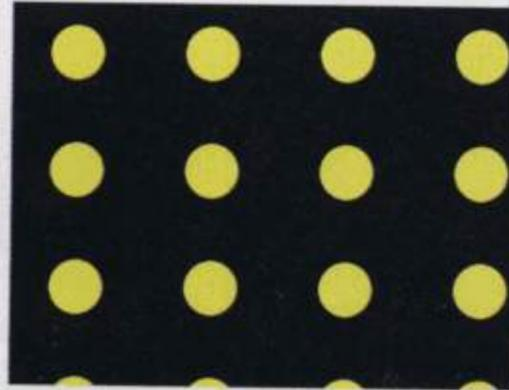

Fig.13 Avendo disegnato in fig.12 un punto giallo, scegliendo Tile lo schermo si riempie di punti.
**Tile** – dopo aver selezionato con il cursore di selezione (quadrato di fig.16) una parte d'immagine ed averla copiata con **copy**, andando sul comando **Tile**, verrà ripetuta tante volte fino a coprire lo schermo. Ad esempio, se disegnate e poi copiate un **punto giallo**, dando il comando **Tile** tutto lo schermo si riempirà di **puntini gialli** (vedi fig.13).